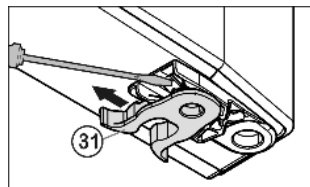

Fig. 7
- ▶ Spaustuko *Fig. 7 (31)* perkėlimas: įspauskite noselę, per ją ištraukite spaustuką.